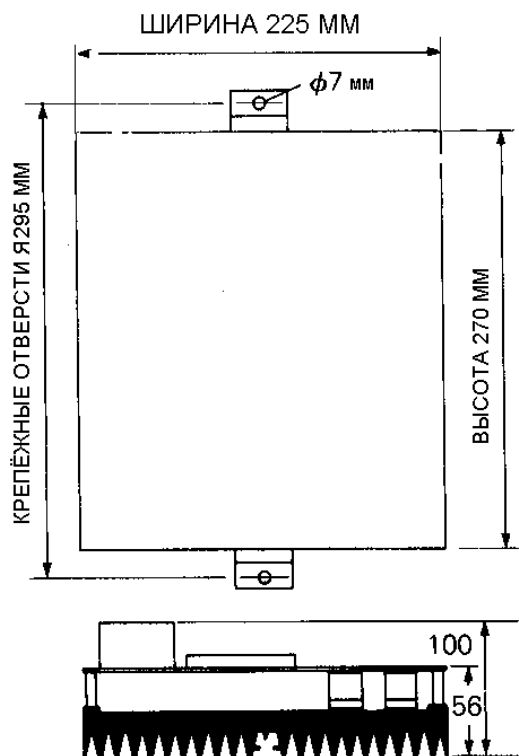

Рис. 2
1. Привод должен устанавливаться так, чтобы обеспечивалось наилучшее прохождение воздуха через радиатор, т. е. вертикально, см. рис.2.